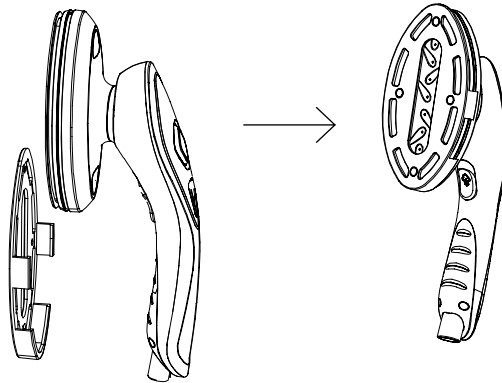

Fig.6
- Extienda las barras extensibles hasta situarlas a la altura adecuada, cierre la abrazadera y coloque el cabezal giratorio en su soporte. (Fig 6)